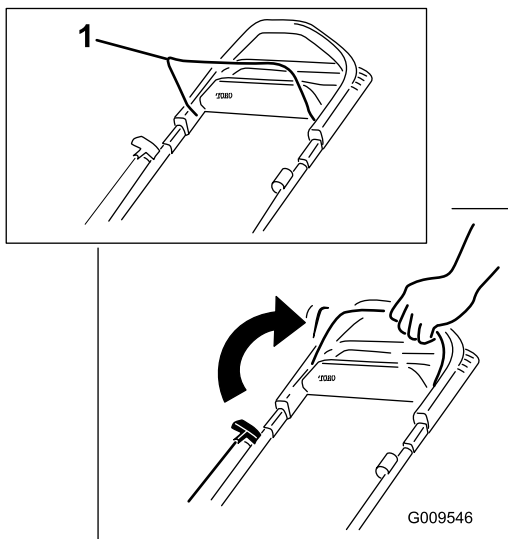

Bild 13
1. Halten Sie den Schaltbügel gegen den Bügel gedrückt (Bild 13).